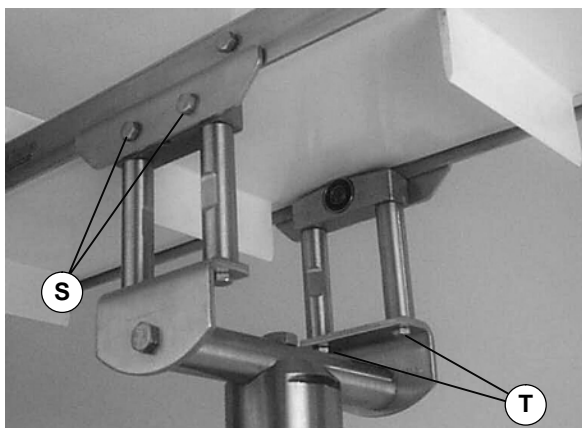

Abbildung 11
3. Die Klemmplatten zu beiden Seiten des Förderers befestigen (Abbildung 11). Die Schrauben (S) mit 10,4 Nm festziehen.